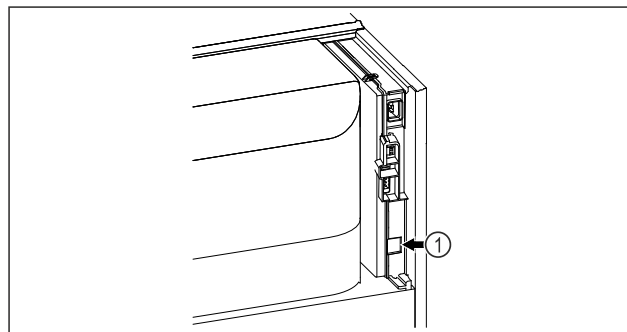

Fig. 92
- ☐ Le SmartModule Fig. 92 (1) est installé.